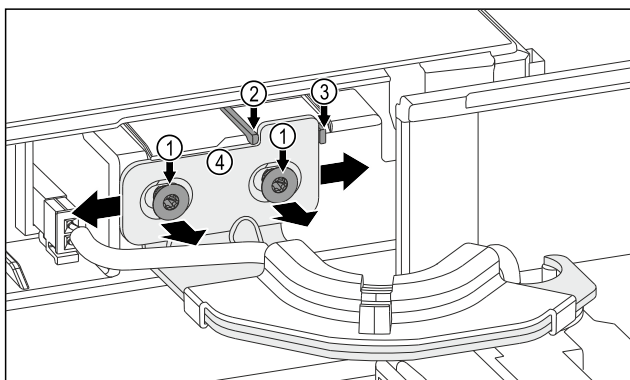

Fig. 12
- ▶ Oldja ki mindkét csavart Fig. 12 (1).
- ▶ Tolja jobbra az ajtót: távolítsa el a biztonsági gombot Fig. 12 (3).
- ▶ Tolja balra az ajtót: távolítsa el a biztonsági gombot Fig. 12 (2).
- ▶ Elérte az ajtó véghelyzetét: húzza meg mindkét csavart Fig. 12 (1).